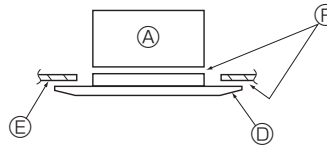

Fig. 10-7
- \* Compruebe que no haya huecos entre la unidad principal y el panel, o entre el panel y el techo. (Fig. 10-7)